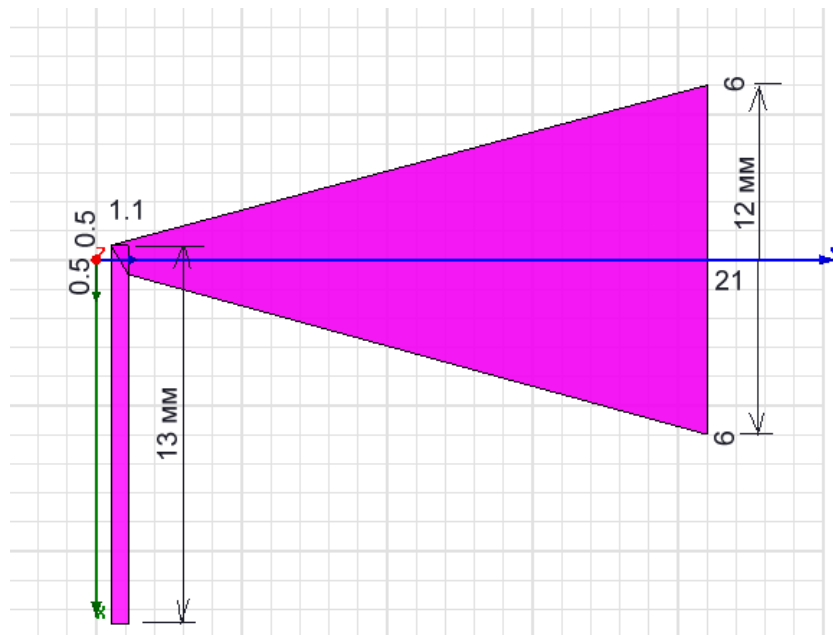

Рис. 9.9. Линия и вибратор в форме треугольника
4. Дважды нажмите на конечную точку для замыкания полигона, а затем задайте имя этому многоугольнику (рис. 9.9) **Bowtie**.